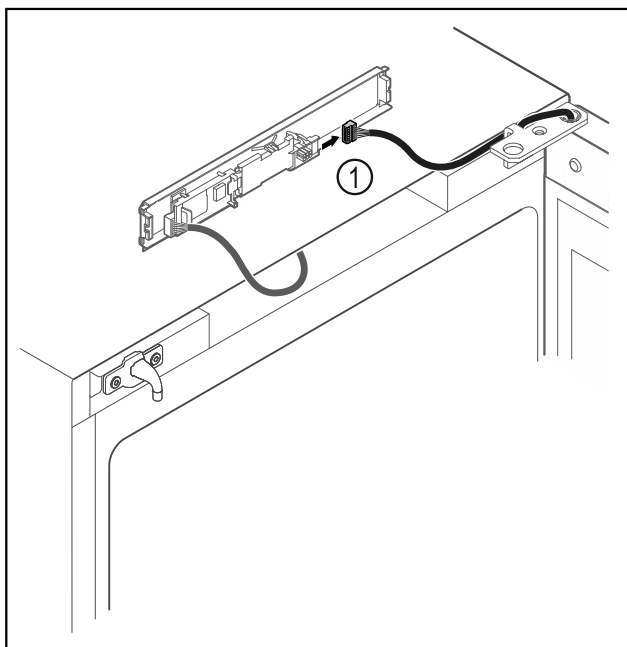

Fig. 18
- Stecker Fig. 18 (1) von Platine abstecken.